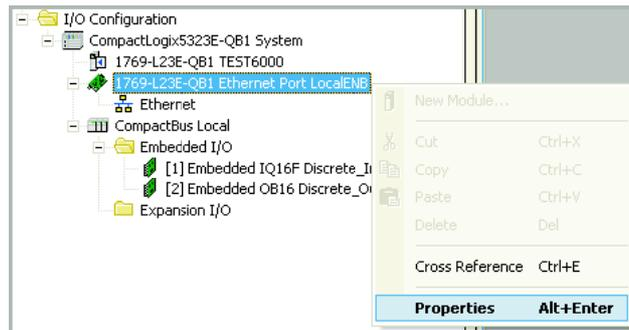

Figure 82 Propriétés
4. Quand le téléchargement est terminé, cliquer droit sur le port EtherNet pertinent dans l'arborescence du volet gauche et sélectionner « Propriétés » (Figure 82).